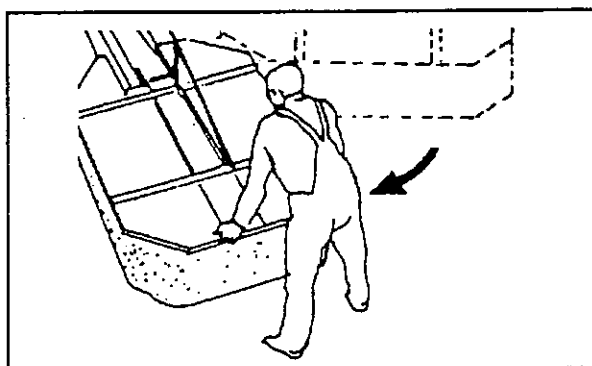

Bild 4-32
6. Mähwerk außen fassen und zurückschwenken (Bild 4-32), bis